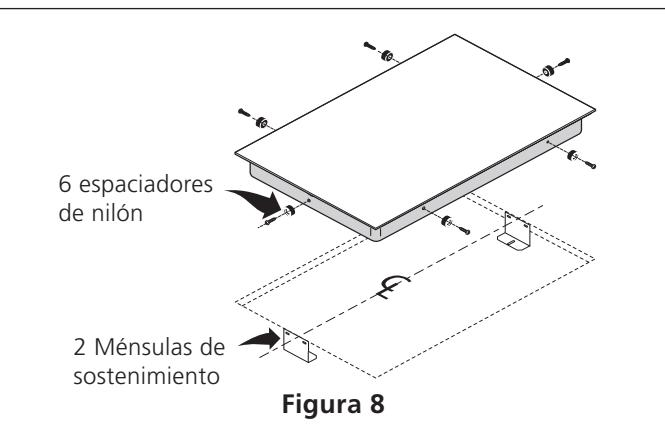

Figura 8
**!ADVERTENCIA** No quite los espaciadores de nilón en los bordes de la estufa. Estos espaciadores mantienen la estufa en el centro del espacio provisto. La estufa debe estar centrado para evitar una acumulación excesiva de calor que puede resultar en daños por calor o incendio (Figura 8).